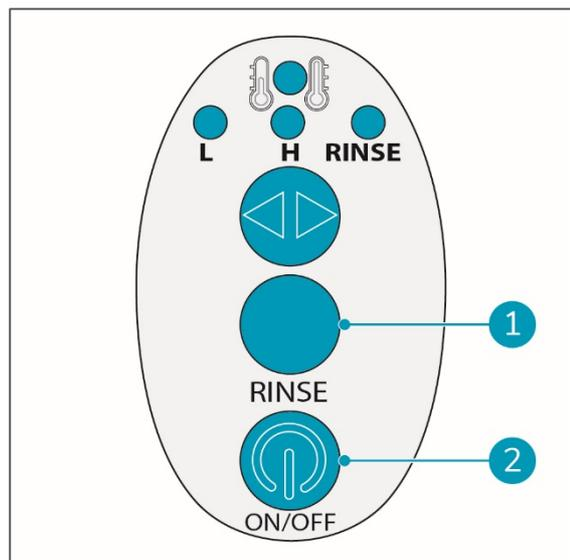

Figura 22
5. Prima o botão ON/OFF (ligar/desligar) (figura 22, posição 2) no controlo da pega.
6. Prima o botão RINSE (enxaguar) (figura 22, posição 1).
9. Prima o botão ON/OFF (ligar/desligar) (figura 22, posição 2) no controlo da pega.